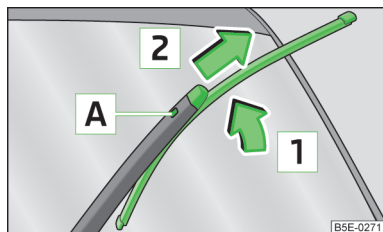

Fig. 214
- Ridicați brațul ștergătorului de pe geam » fig. 214.